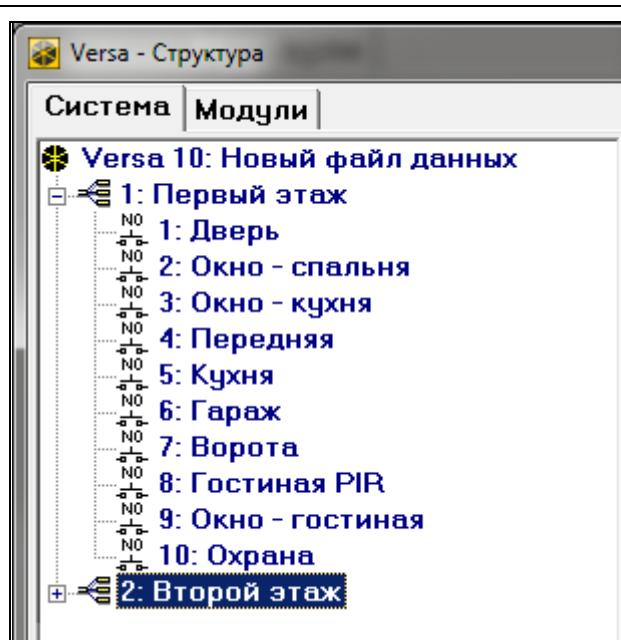

Рис. 6. Программа DLOADX: список групп зон и зон в виде дерева в закладке «Система», в окне «Versa – Структура».
- программы DLOADX: окно «Versa – Структура» →закладка «Система». Разделы и зоны отображаются в виде дерева с левой стороны окна (рис. 6). Кликните по разделу для настройки.
- окно «Versa – Структура» → закладка «Система». Разделы (группы зон) и зоны отображаются в виде дерева с левой стороны окна (рис. 6). Кликните по зоне, параметры и опции которой должны настраиваться.